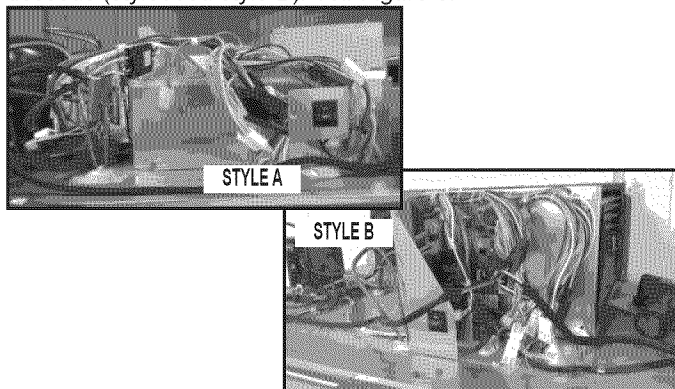

FIGURE 3
**REMARQUE :** Après la dépose de la niche (couvercle supérieur de l'appareil), la vue de l'appareil est illustrée en figure 3 ci-dessous (style A ou style B). Voir *Figure 3*.
**IMPORTANT :** Si votre appareil est similaire au style A (voir *Figure 3*), continuer à l'étape 6. Si votre appareil est similaire au style B, passer à l'étape 21, *Installation de style B*.